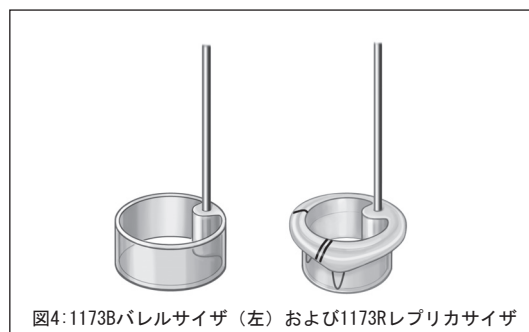

図4: 1173Bバレルサイザ（左）および1173Rレプリカサイザ
3. 専用サイズ（モデル1173Bおよび1173R）を使用して弁輪を測定します（図4）。